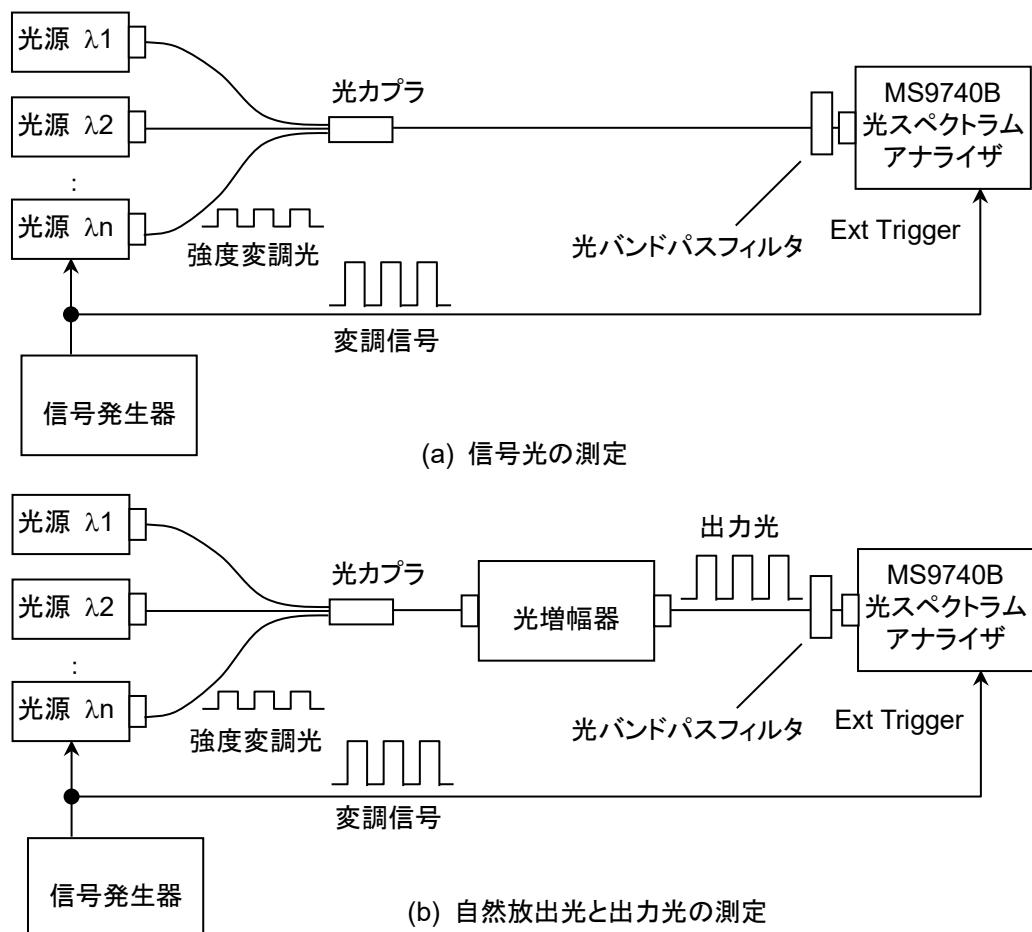

図 5.7.6-1 入力光が波長多重されているときの測定系
8. 図 5.7.6-1 (a) のとおりに接続して、信号光を本器に入力します。
22. 図 5.7.6-1 (b) のとおりに接続して, 光増幅器の出力光を本器に入力します。